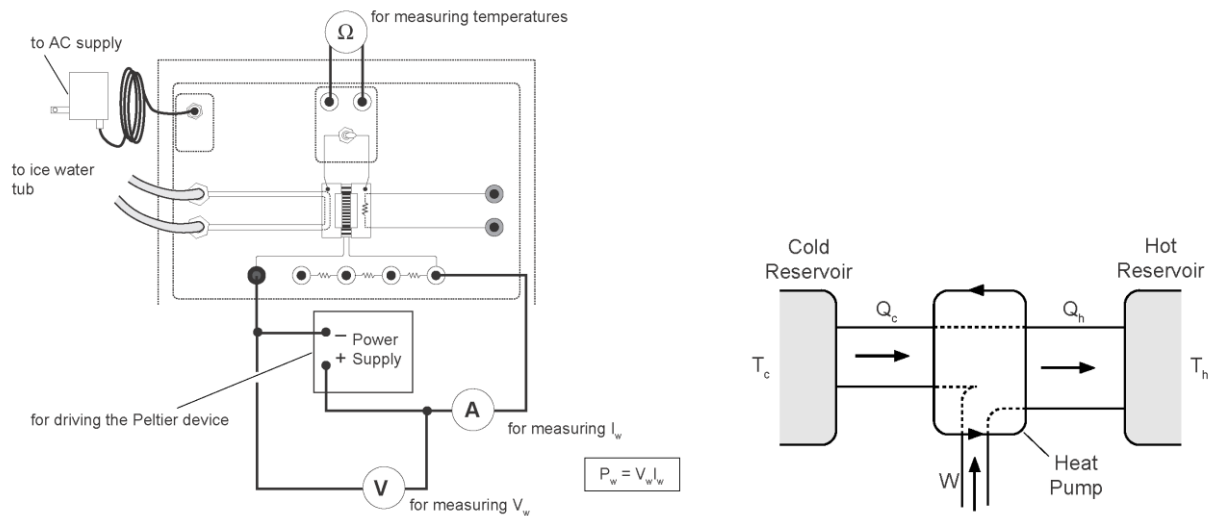

Figure 2. Montage et diagramme de fonctionnement d'une pompe à chaleur. Le coefficient de performance et le coefficient théorique maximum peuvent être définis.
- Mode de moteur à chaleur (voir Fig. 2) pour déterminer le rendement réel (l'expérience précédente).